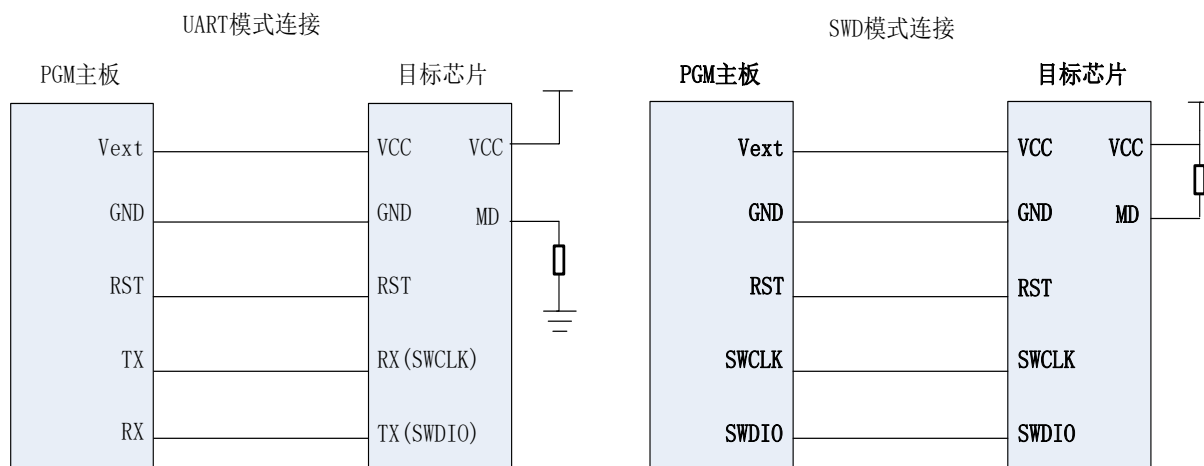

图 9 部分系列连线方法 2
- **HC32F460** 系列芯片的接线方法如图 9 所示。